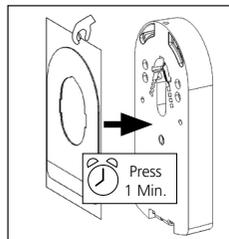

Abb. 2
5.2 Ziehen Sie den Klebestreifen von seinem Trägerpapier ab und kleben Sie ihn auf die gereinigte Rückenschale. Drücken Sie hierzu den Streifen mit mehreren Fingern/Daumen fest an die Rückenschale an. Anschließend drücken Sie den Klebestreifen min. eine Minute vollflächig an die Rückenschale, indem Sie die Rückenschale mit vorhandener Schutzfolie auf eine Tischplatte o. ä. andrücken. (Abb. 2).